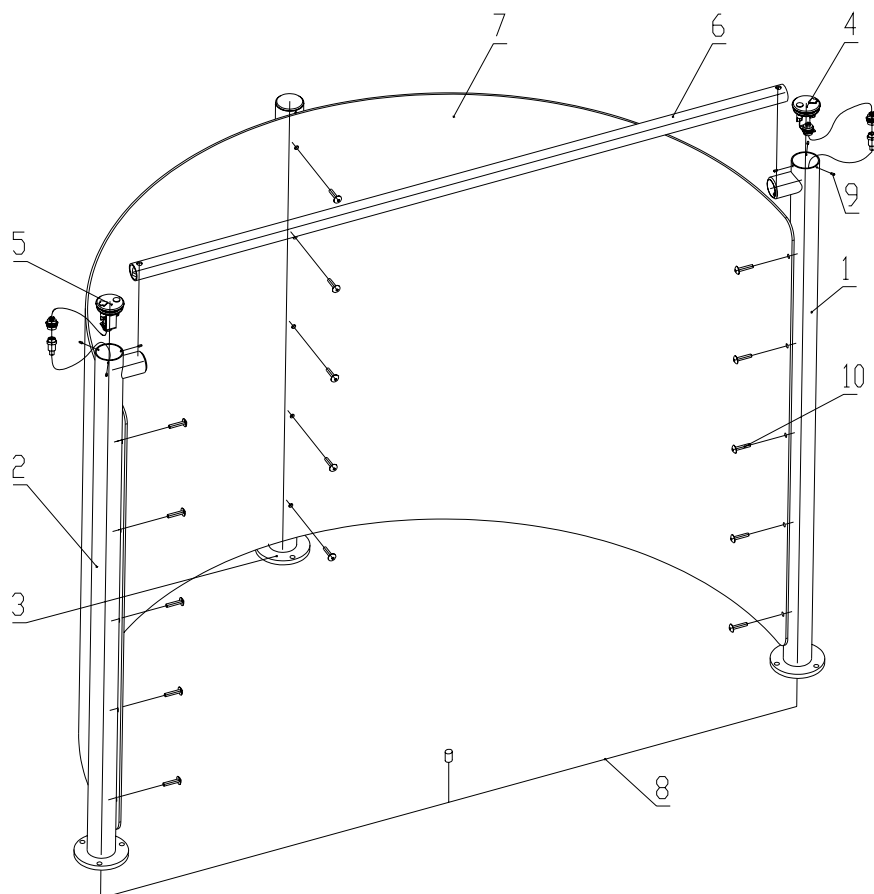

Рис. 4. Монтаж формирователя прохода
7.3.3. При описании порядка монтажа все позиции указаны в соответствии с рис. 4. Рекомендации по подготовке отверстий в полу, для крепления стойки, даны с учетом комплектации формователя прохода анкерами фирмы «SORMAT» для прочных бетонных полов (см. табл. 1).